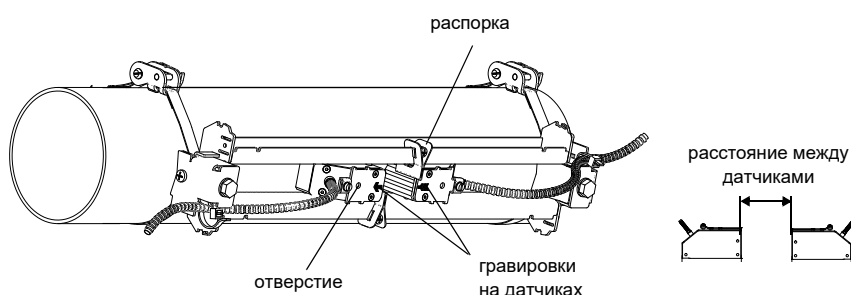

Рис. 8.44: Датчик в рельсе (пружинная скоба не изображена)
- Разместите датчики на трубе так, чтобы гравировки на датчиках образовали стрелку. Кабели датчиков направлены в противоположные направления (смотри Рис. 8.44).
- Установите расстояние между датчиками, рекомендуемое преобразователем (смотри подраздел 10.5 и Рис. 8.44).
- Закрепите датчики, слегка затянув прижимные винты. Конец винта должен находиться над отверстием в датчике (смотри Рис. 8.44).
- Зафиксируйте распорку на рельсе, чтобы обозначить позицию датчиков (смотри Рис. 8.44).